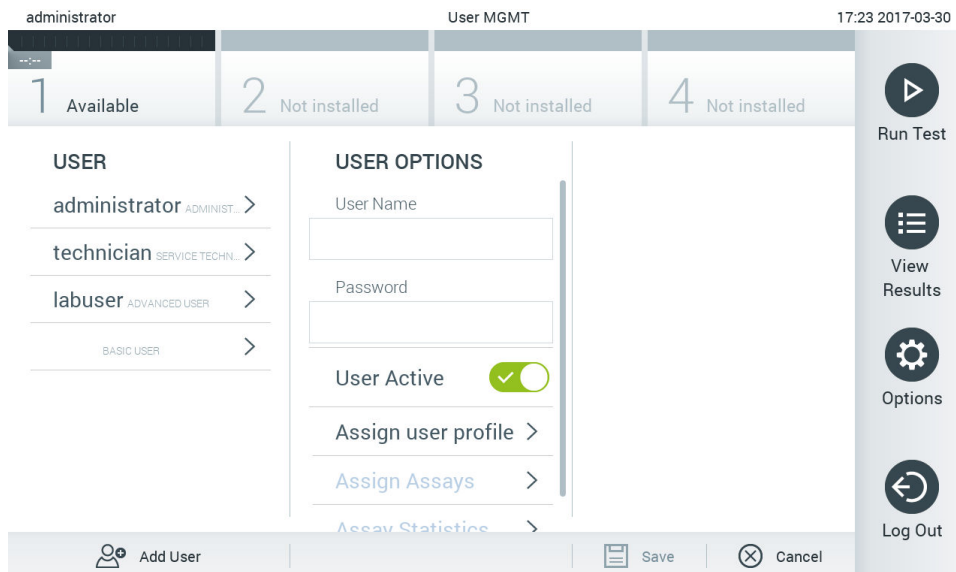

図 64.新規ユーザーを追加。
1. Options（オプション）ボタン、次に User Management（ユーザー管理）ボタンを押して、ユーザーを設定します。ディスプレイのコンテンツエリアに User Management（ユーザー管理）画面が表示されます（図 64）。